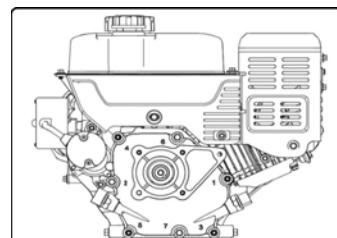

Рис. 25
2. Открутите крышку заливной горловины от трубы заливной горловины и протрите щуп. См. рис. 25.
1. Найдите пробку для слива масла, см. рис. 25.
3. Очистите область вокруг сливной пробки, см. рис. 25.